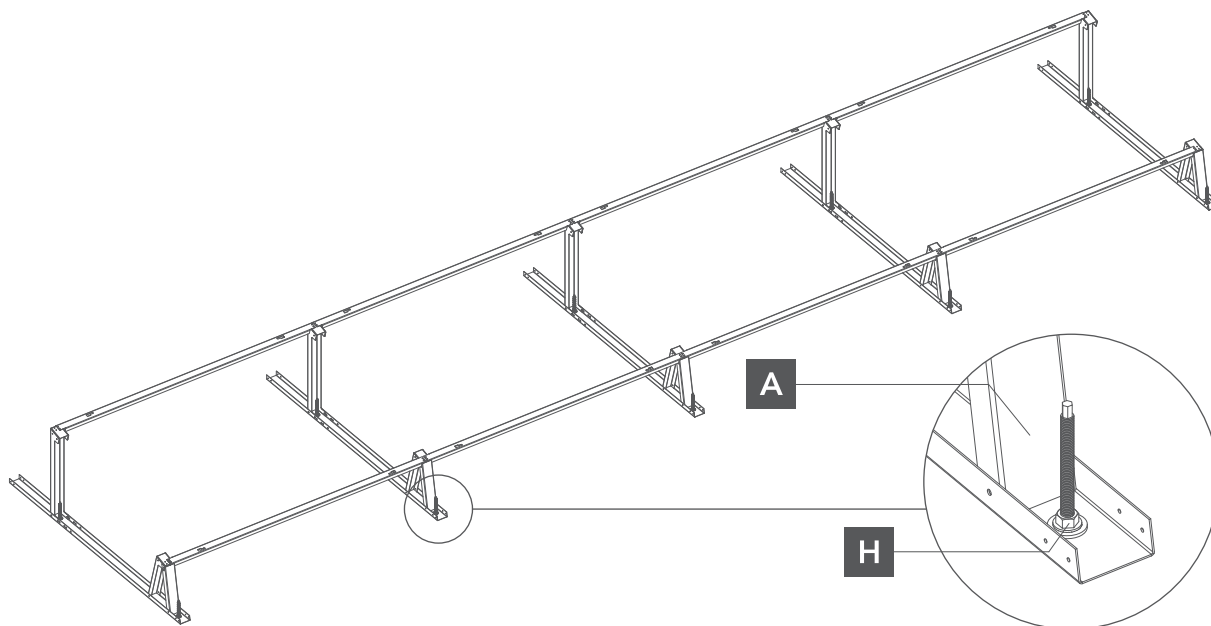

Abb. 4. Befestigung des Montagebalkens am Dach
- 3** Im Fall eines invasiven Systems findet die dauerhafte Verbindung des Montagebalkens mit dem Dach mithilfe einer Doppelschraube und einer chemischen Dübel statt (Abb. 4).